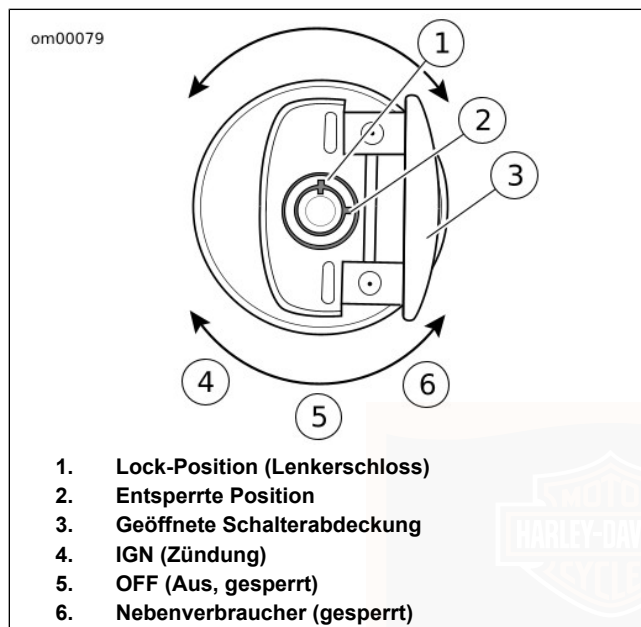

Abbildung 4. Zündschalter: Softail-Modelle (außer FXSB)
Siehe Abbildung 4. Der Zündschalter befindet sich auf der Instrumententafel an der Tankoberseite.
1. Den Motorbetriebsschalter (6) EINSCHALTEN und das Getriebe in die Leerlaufstellung schalten. Die Leerlauf-Kontrollleuchte (grün) sollte aufleuchten.
2. Siehe Abbildung 4. Den Zündschalter auf IGN (Zündung) stellen und den ANLASSERSCHALTER drücken, um den Anlassermotor zu betätigen.
2. Siehe Abbildung 4. Den Zündschalter auf OFF (Aus) stellen, um die Stromversorgung ganz ABZUSCHALTEN.